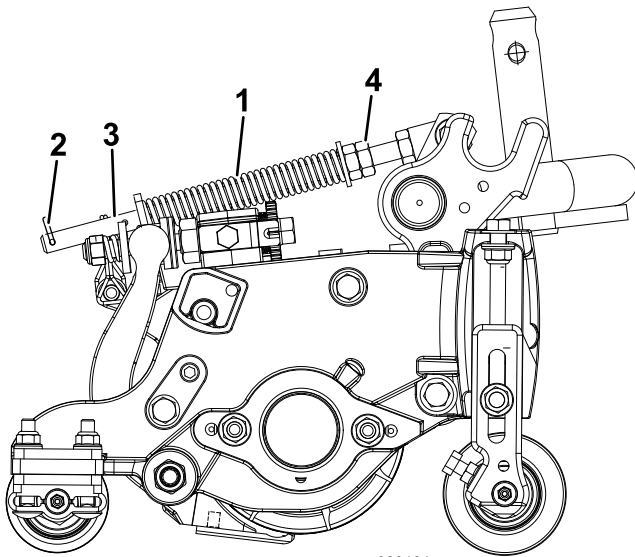

图 14
草坪补偿弹簧图 14 可将重量从前滚筒转移至后滚筒。这有助于减少草坪的波动图形也称为波浪形或摆动形。
1. 确保发卡销安装在弹簧杆的后孔内 图 14。
2. 拧紧弹簧杆前端的六角螺母直至 12.7cm 滚刀组压缩后的弹簧图 14 长度为 12.7cm 以及 17.8cm 滚刀组压缩后的弹簧长度为 15.8cm。